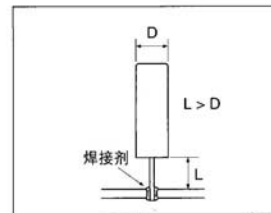

图7
- (2) 在导脚焊接完毕之后再弯曲导脚时，务必请留出大于外壳直径长度的空闲部分 (参阅图7)。